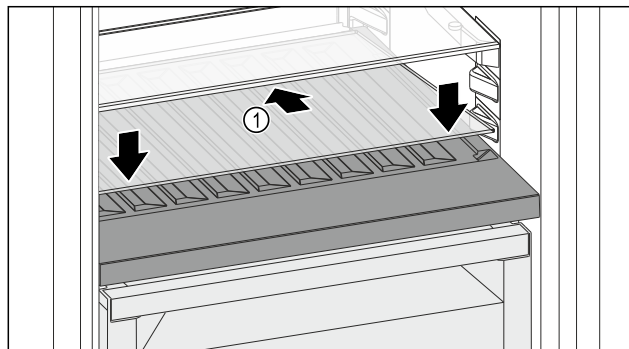

Fig. 143
- Așezați placa de sticlă Fig. 143 (1) oblic și spre spate înclinată în jos.
- Coborâți în față placa de sticlă Fig. 143 (1).